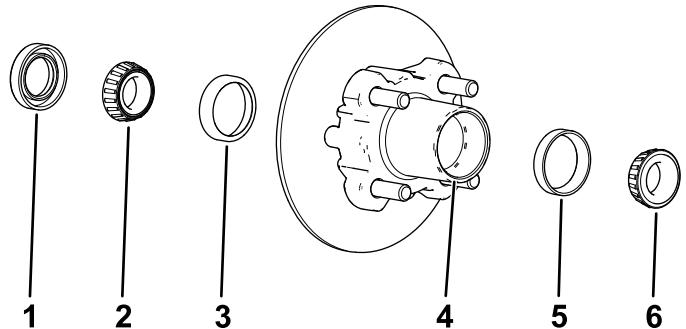

Figura 41
1. Retire o rolamento exterior e a correia do rolamento do cubo (Figura 41).
2. Retire o rolamento interior do cubo (Figura 41).
5. Limpe a cavidade do cubo de lubrificante, sujidade e detritos (Figura 41).
7. Encha a cavidade do cubo 50 a 80% com o lubrificante especificado (Figura 41).
8. Monte o rolamento interior na correia no lado interior do cubo e coloque o vedante (Figura 41).